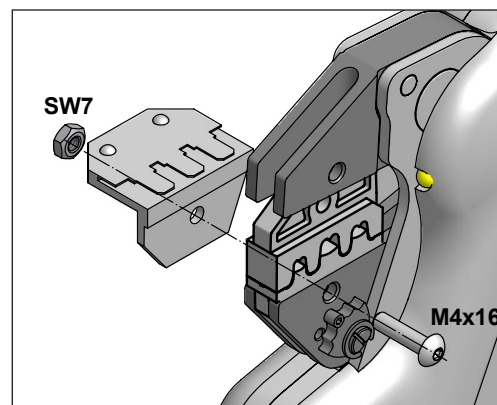

Bild 7
### 8.1.2.1 Beispiel für unisolierte, offene Steckverbinder, D-Sub-Stecker usw. (Bild 7)
5. Kontaktaufnahme, wie im Bild 7 dargestellt, auf Schraube M4x16 aufschieben und mit Mutter (SW 7) festziehen.